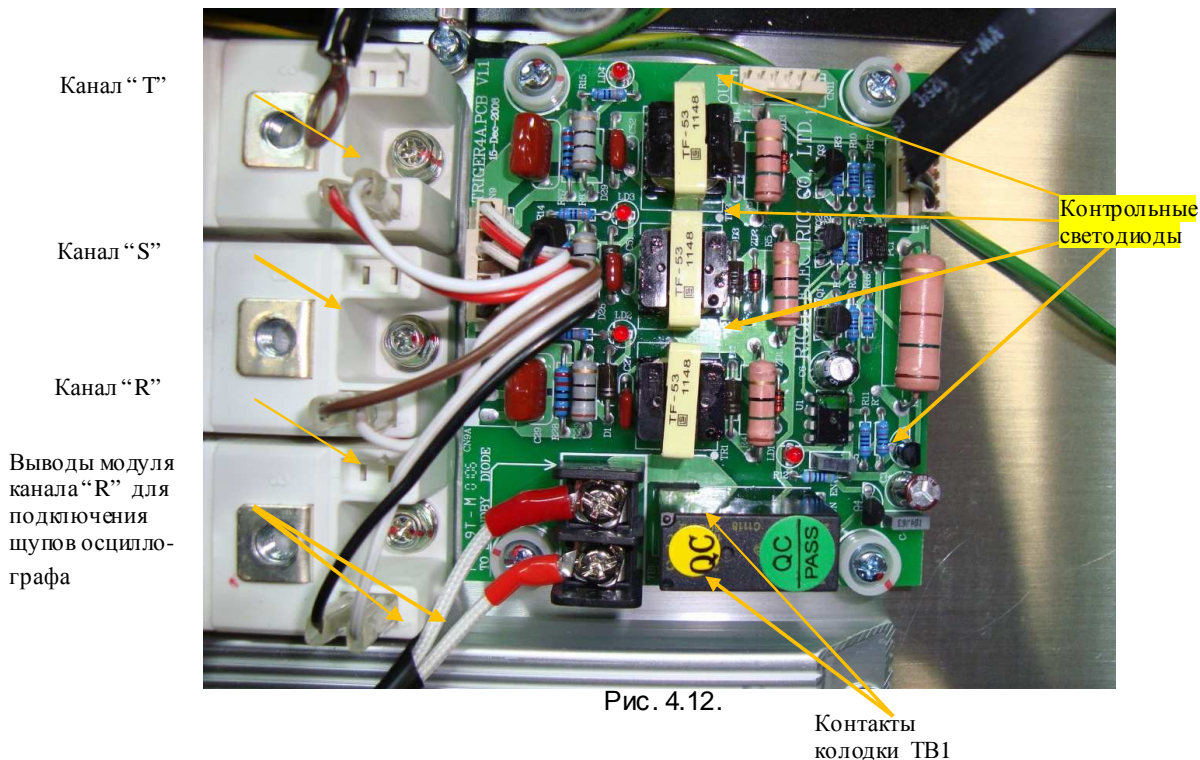
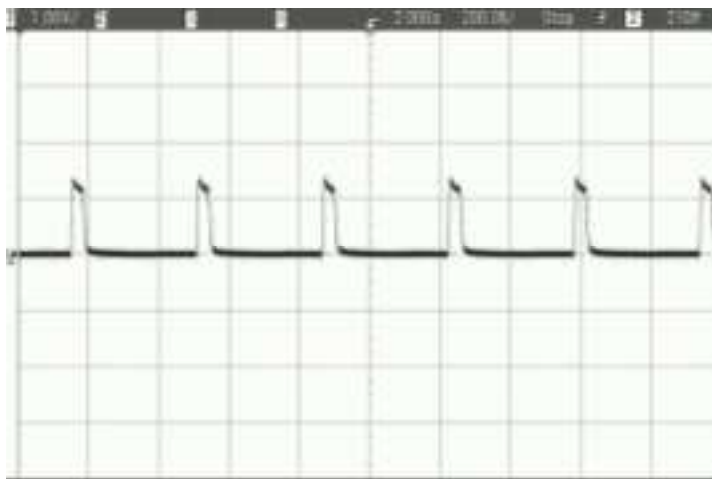

Рис. 4.12.
Рис. 4.13. Осциллограмма импульсов управления диодно – тиристорным модулем (200 мкс/дел; 1,0 В/дел).
4.10.1. Подключить щупы осциллографа к управляющим контактам диодно – тиристорного модуля канала R (см. рис. 4.12). Наблюдать импульсы управления.
Примерный вид импульсов управления диодно – тиристорным модулем представлен на рис. 4.13.
4.10.3. У исправной платы управления тиристорами должны светиться все контрольные светодиоды (рис. 4.12), осциллограммы сигналов управления по всем трем каналам должны соответствовать рис. 4.13, а также показания мультиметра в режиме измерения сопротивления, подключенного к контактам колодки ТВ1 должны соответствовать обрыву цепи. В противном случае плата управления тиристорами подлежит замене.